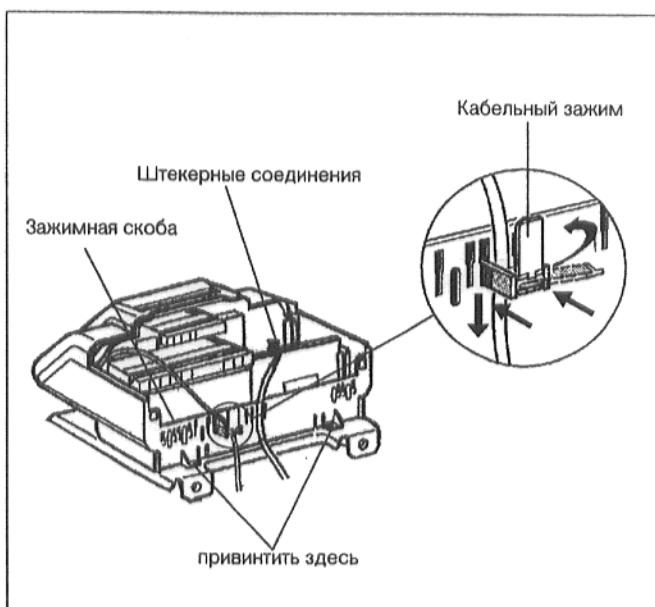

рис. 26
- Привинтить устройство регулирования двумя винтами, расположенными в задних углах отсека для прохода кабеля, к переднему кожуху котла (рис. 26).
- Вывести линию горелки назад под передним кожухом котла и подключить штекерное соединение на устройстве регулирования в соответствии с обозначением (рис. 26).
- Подсоединить электрические подключения линий пользователя к штекерным соединительным элементам в соответствии с электрической схемой (рис. 26).
кабельные зажимы с вложенной линией вставить в зажимную скобу и зафиксировать поворотом рычага (рис. 26).
- Провести присоединительный кабель к устройству регулирования и подключить его там в соответствии с электрической схемой (рис. 26).